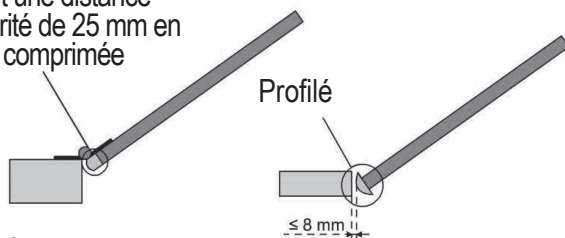
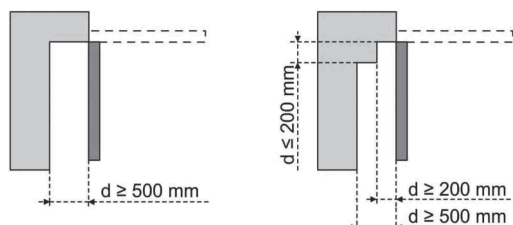

Figure 3 - Protection mécanique
Figure 4 - Distance de sécurité
ZONE 2* R i s q u e d'écrasement avec une partie fixe attenante	Détection d'obstacle intrinsèque à la motorisation. Valider impérativement que la détection d'obstacle est conforme à l'annexe A de la norme EN 12 453). Protection par une protection mécanique (voir Fig.3) ou par des distances de sécurité (voir Fig.4)
ZONE 3* Risque de coupure et d'écrasement à l'ouverture avec une partie fixe attenante éventuelle	Supprimer tous les points d'accrochage et tous les bords coupants de la surface du tablier Supprimer tout jour de dimension ≥ 8 mm ou ≤ 25 mm La protection contre l'écrasement avec une partie fixe avoisinante peut se faire par : - détection d'obstacle intrinsèque à la motorisation. Valider impérativement que la détection d'obstacle est conforme à l'annexe A de la norme EN 12 453). - des distances de sécurité (voir Fig. 4)
> Dimensions portes (Fig. 3)
3.1 Hauteur d'installation - Fig. 4